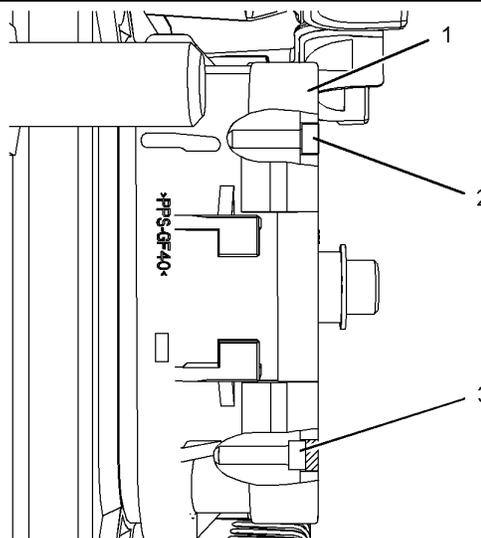

Рисунок 2
Рисунок 2 g01131276
- (1) Разъем электронного блока управления (ЭБУ)
- (2) Правильно вставленная заглушка
- (3) Неправильно вставленная заглушка
**б.** Убедитесь в том, что уплотнительные заглушки установлены. В случае отсутствия заглушек установите новые. Убедитесь в том, что заглушки правильно вставлены в разъем. См. рисунок 2.